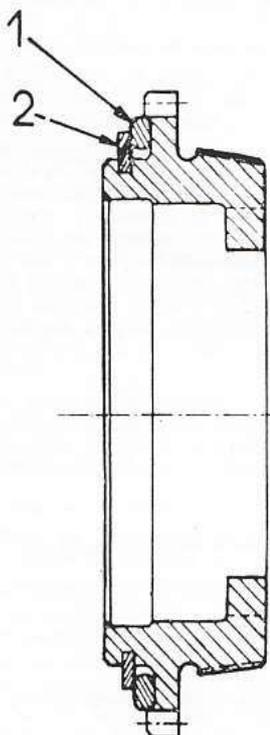

Fig. 57. — Cône synchro de 2°
- Monter le jonc (1) (fig. 57) sur le cône synchro de 2^e et le verrouiller par l'anneau d'arrêt extérieur (2), placé dans la gorge. Positionner les coupes du jonc et de l'anneau à l'opposé l'une de l'autre.
Fig. 57 bis. — Chauffage du carter avec une rampe à gaz spéciale